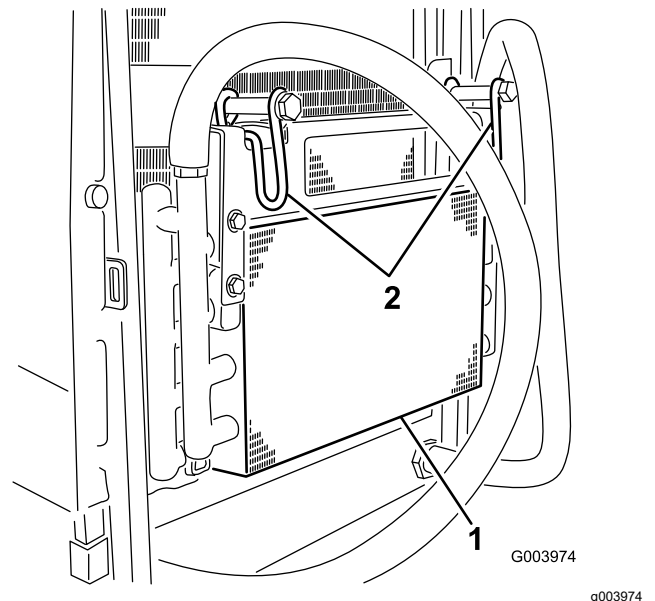

Bild 69
5. Drehen Sie die Riegel nach innen, um den Ölkühler zu lösen (Bild 69).